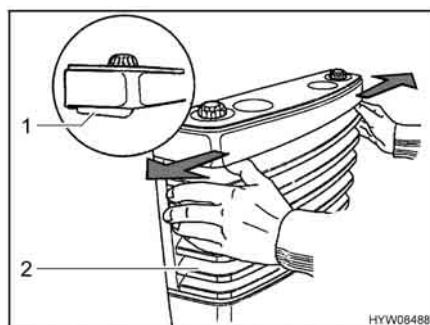

Fig. 92 Rimozione della copertura del riscaldamento
- Rimuovere la copertura del riscaldamento (Fig. 92,2). A tale scopo spingere contemporaneamente verso l'esterno le due leve di chiusura (Fig. 92,1) e ribaltare la copertura in avanti.